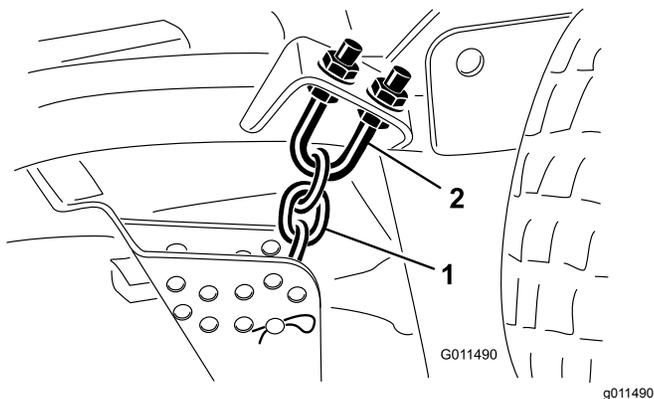

Рисунок 84
1. Ослабьте верхние или нижние контргайки на U-образном болте цепи регулировки высоты скашивания (Рисунок 84).